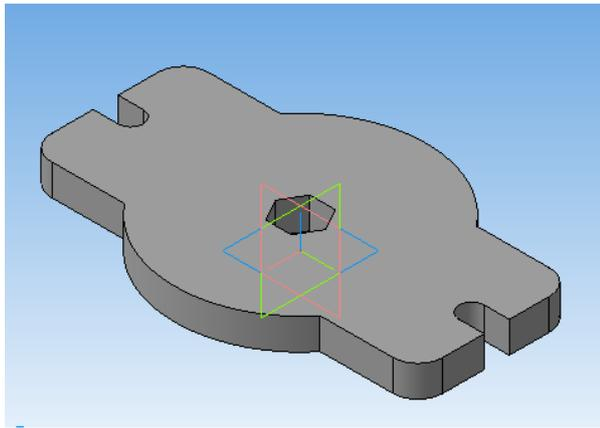

Рис. 11
12. Нажмите кнопку *создать объект* . Сравните получившуюся деталь с образцом (рис. 11).